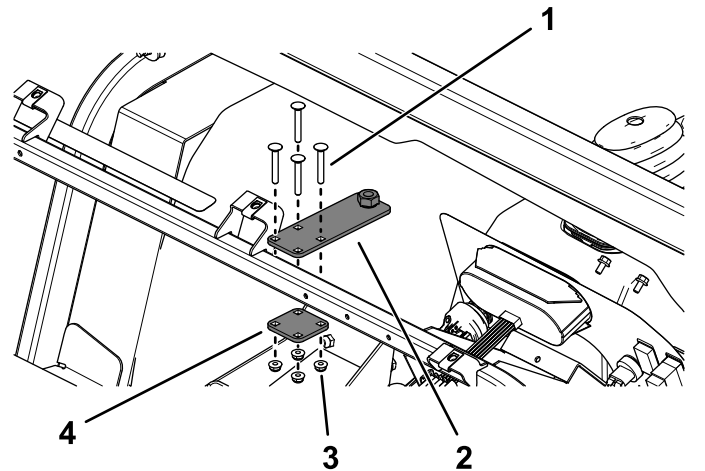

Bild 36
2. Befestigen Sie die Einstellplatte und die Rückplatte mit den vier Schlossschrauben ($\frac{1}{4}$ " x $1\frac{3}{4}$ ") und Bundmuttern ($\frac{1}{4}$ ") am Stützrohr des Armaturenbretts, wie in **Bild 36** abgebildet.